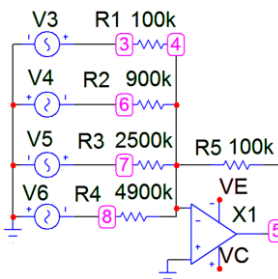

Рис. 6.18
В схеме РУ для моделирования формулы (1) (рис.6.18) необходимо для источников входных гармонических сигналов выбрать различные модели (v3-1MHz, v4-3PHAZEА, v5-3PHAZEВ, v6-3PHAZЕС). Для всех источников задайте амплитуду 10. Установите для первой гармоники (v3) частоту 1000, для третьей – 3000, и т. д. Знаки слагаемых необходимо учитывать при подключении источников сигнала, на схеме источники v3, v5, соответствующие первой и пятой гармоникам, подключены к входам РУ выводами, отмеченными знаком «плюс», а v4, v6 подключены выводами со знаками «минус».